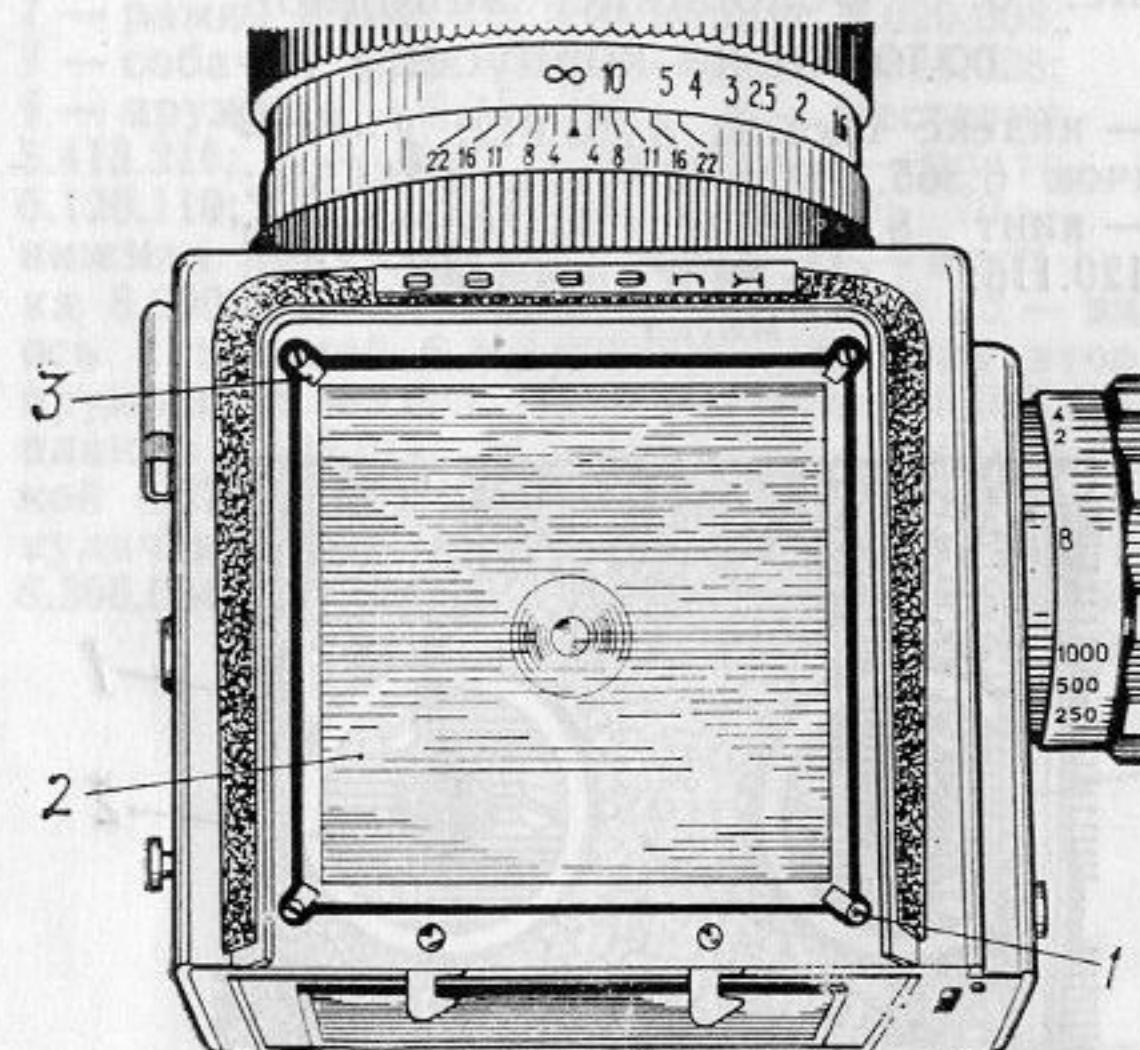

Рис. 3. Фотокамера КИЕВ 88
8.11. Почистить оптические детали визирного устройства 2 (рис. 3) с двух наружных сторон. Установить визирное устройство в рамку камеры линзой Френеля вниз на регулировочные винты и закрепить четырьмя накладками 3 с винтами 1.
8.12. Установить на камеру объектив 2. Установить камеру на прибор КЮ-761М и закрепить. Открыть полностью диафрагму объектива, установить шкалу расстояний на «бесконечность» ( $\infty$ ). Взвести затвор на выдержке «В». Изображение миры прибора на матовом стекле визирного устройства должно быть резким (четким) и находиться в центре поля зрения. Установить приспособление ЗФК сб03 = КЮ-226сб с матовым стеклом в кадровое окно камеры, открыть кадровое окно спуском шторки. Изображение также должно быть резким (четким). Регулировку производить за счет подвижки винтов, находящихся под визирным устройством 2 (рис. 3).